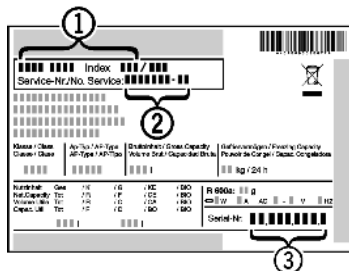

Fig. 65
- ▶ Считать обозначение устройства Fig. 65 (1), сервисный номер Fig. 65 (2) и серийный номер Fig. 65 (3) с заводской таблички. Заводская табличка находится внутри устройства слева.